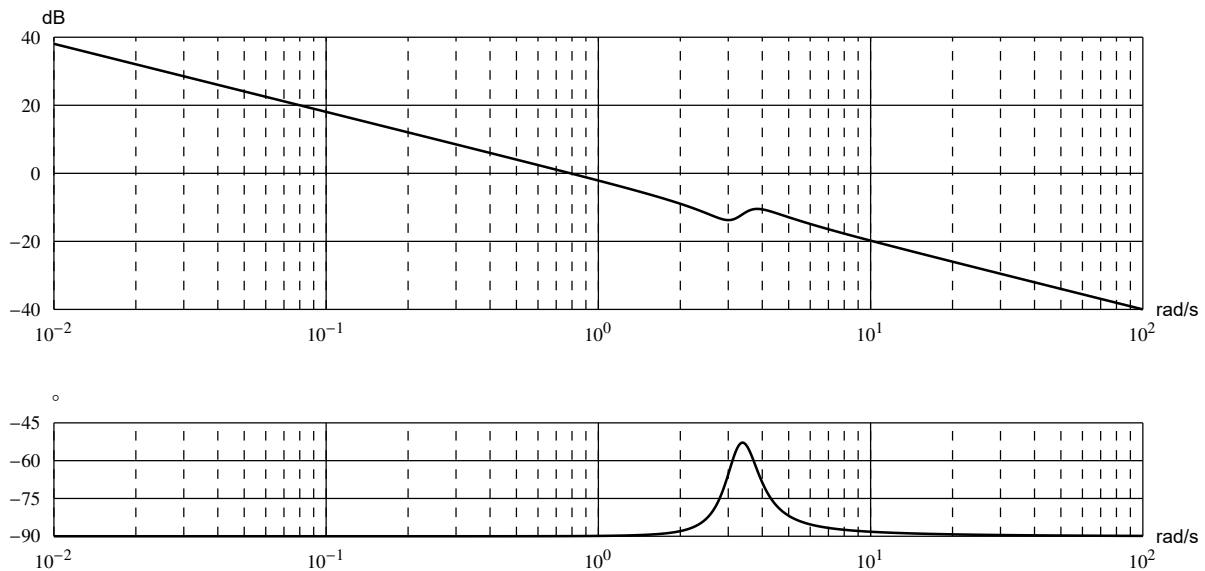

Figure 13 - Diagramme de Bode de la fonction de transfert $pH_x(p)$
On donne les diagrammes de Bode de la fonction de transfert $pH_x(p)$ sur la **figure 13**.
- Q28.** Proposer une forme de la fonction de transfert $pH_x(p)$ à partir des diagrammes de Bode de la **figure 13** sans préciser les valeurs des constantes caractéristiques. Donner la valeur du gain K_x de la fonction de transfert $pH_x(p)$.